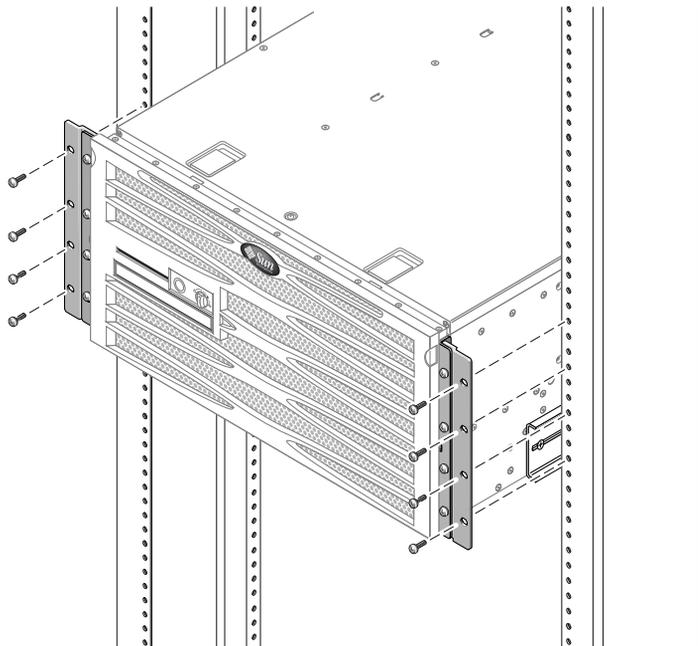

FIGURE 3-21 Fixation des supports de réglage avant de 600 mm au rack
9. En utilisant quatre vis par côté, fixez les supports de réglage avant de 600 mm à la partie avant du rack (voir FIGURE 3-21).